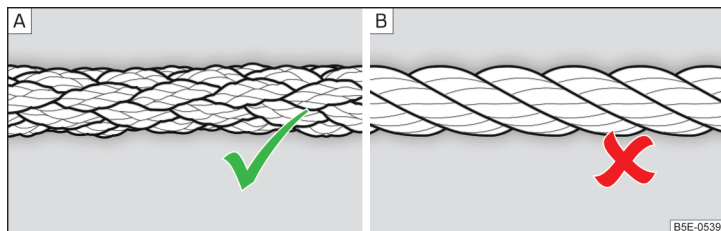

Fig. 258 Cable para remolcar trenzado / Cable para remolcar en espiral
Para el remolque por medio de un cable de remolque, usar solamente un cable de fibra plástica tejida » fig. 258 - A » !.
- Para remolcar no debe utilizarse ningún cable de remolque en espiral » fig. 258 - B, la argolla de remolque puede desenroscarse en el vehículo - ¡Existe peligro de accidente!